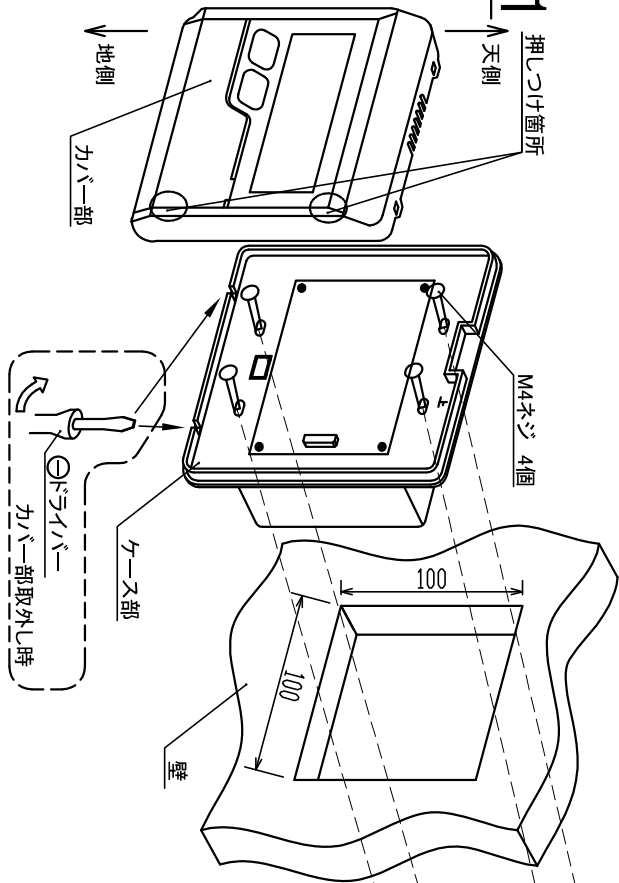

図1 取付全体図
1) 壁に縦100mm、横100mmの角穴を開けて下さい。(図1)
3)ケース部を2個用スイッチボックスに、もしくははさみ金具などを用いて壁に取り付けて下さい。(図1)
5)カバー部取外し時は、コントローラ下部の差込口に㊟ドライバを差込み、カバー部側にこじって下さい。(図1、図5、写真1)